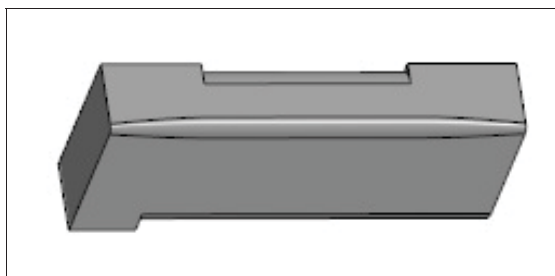

Рис. 21.6. Различные виды скругления
- ♦ для завершения операции нажмите кнопку **Создать объект**. После подтверждения выполнения операции на ребрах модели появится скругление, а в **Дереве** построения — соответствующая ему пиктограмма. У вас должно получиться как на рис. 21.6.